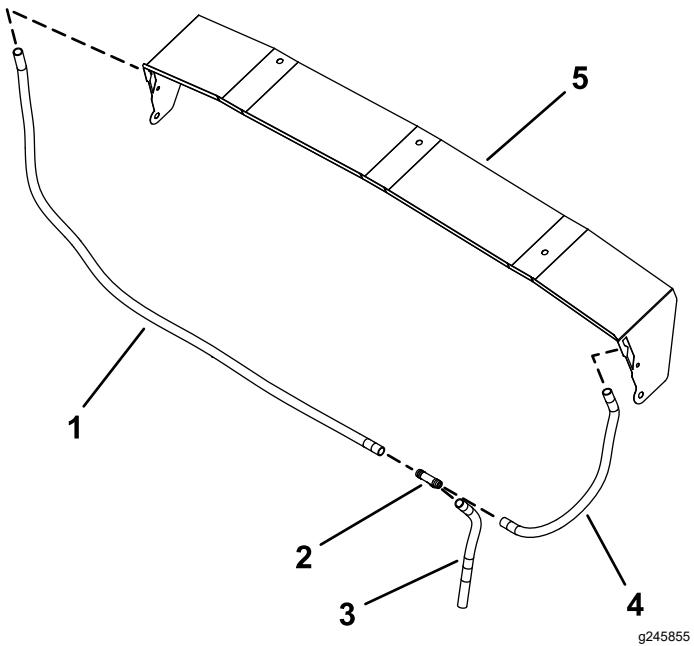

Figura 42
- 4. Conecte el tubo transparente de 122 cm al tubo transparente de 33 cm y al tubo transparente de 43 cm con el acoplamiento en T (Figura 42).